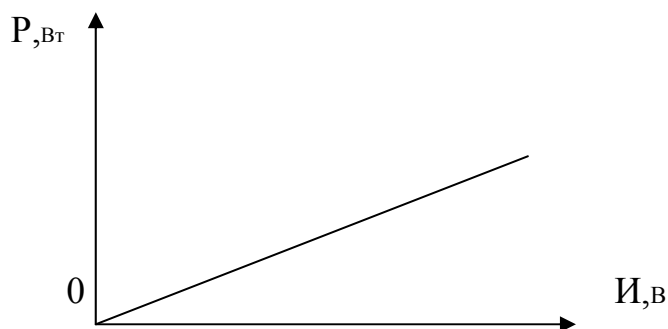

Рисунок 17 – График зависимости мощности лампы накаливания от напряжения
5) построить график зависимости мощности лампы от напряжения (рисунок 17);